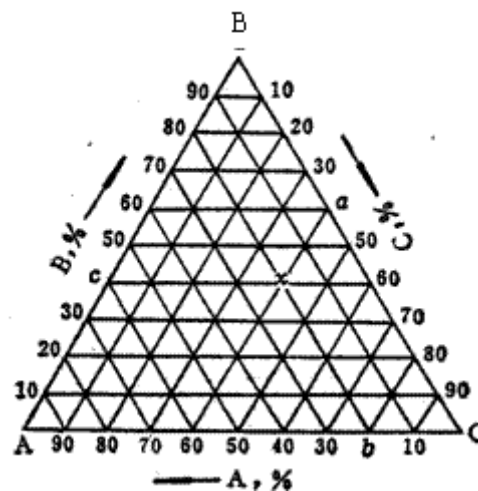

图 2
- 6、图 2 是 A-B-C 三元系成分三角形的一部分，其中 X 合金的成分是_____。
图 2 hcp 晶胞